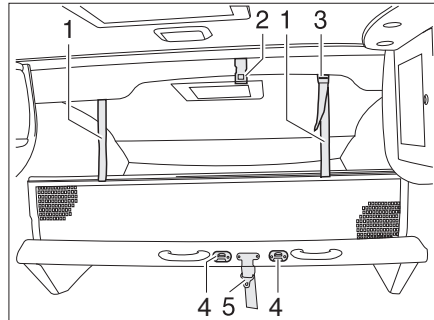

Bild 124 Hubbett manuell
- Das Hubbett mit dem Sicherungsgurt (Bild 124,5) am Dach (Bild 124,2) sichern.
- Die Aufstiegsleiter mit den beiden Bügeln in die Krampen (Bild 124,4) am Hubbett einhängen.
- Die Haltebänder (Bild 124,1) in die Halterungen an der Decke (Bild 124,2) einrasten.